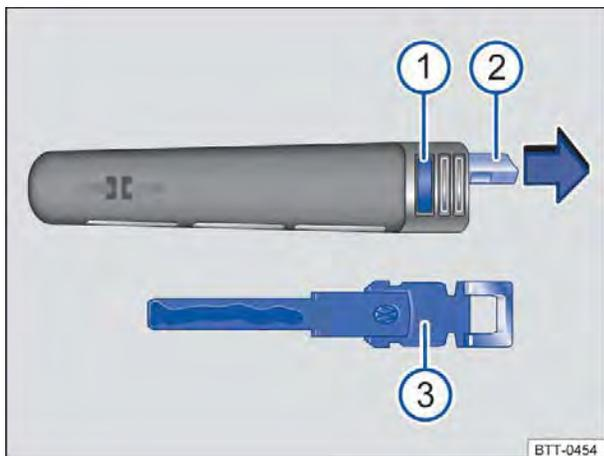

Fig. 22 Chave do veículo: pressionar o botão ① e retirar a chave de emergência ③ do olho ②.
Na chave do veículo se encontra uma chave de emergência \Rightarrow Fig. 22 ③ para destravamento e travamento manual.
Na chave do veículo \Rightarrow Fig. 22: